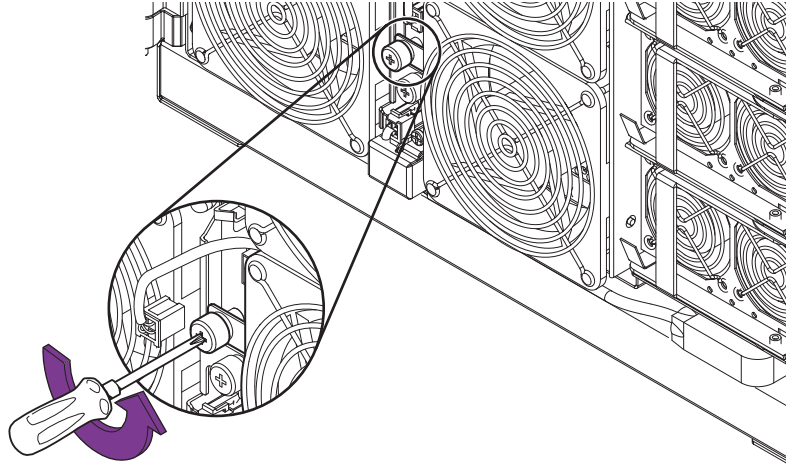

図 7-2 ファンの脱落防止機構付きねじの緩め方
6. ファンを固定している脱落防止機構付きねじを緩めます (図 7-2)。
4. ファンを固定する脱落防止機構付きねじを締めます (図 7-2)。